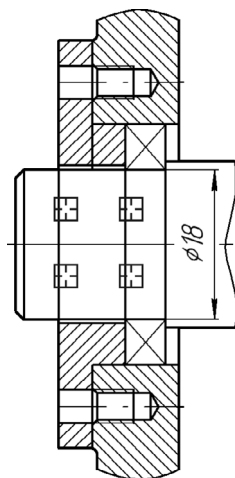

Рис. 65.19.
18. Вызовите команду **Усечь кривую** и удалите лишние отрезки крышки, закрытые валом (рис. 65.19).